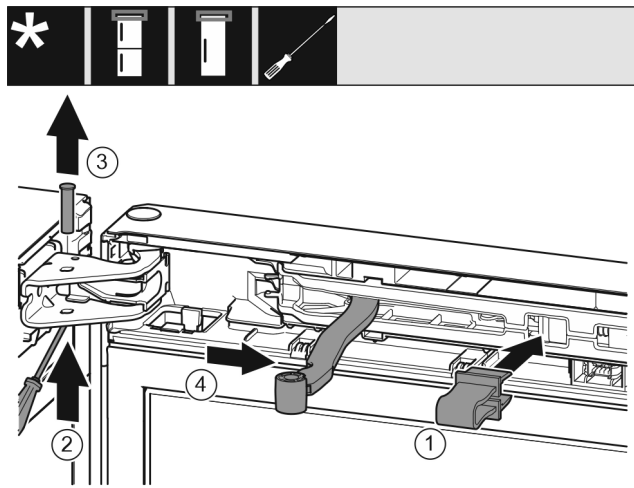

Fig. 8
- ▶ Zabezpieczenie zazębić w otworze. *Fig. 8 (1)*
- ▶ Sworznie wysunąć przy pomocy śrubokręta. *Fig. 8 (2)*
- ▶ Sworznie wyjąć w górę. *Fig. 8 (3)*
- ▶ Przegub obrócić w kierunku drzwi. *Fig. 8 (4)*